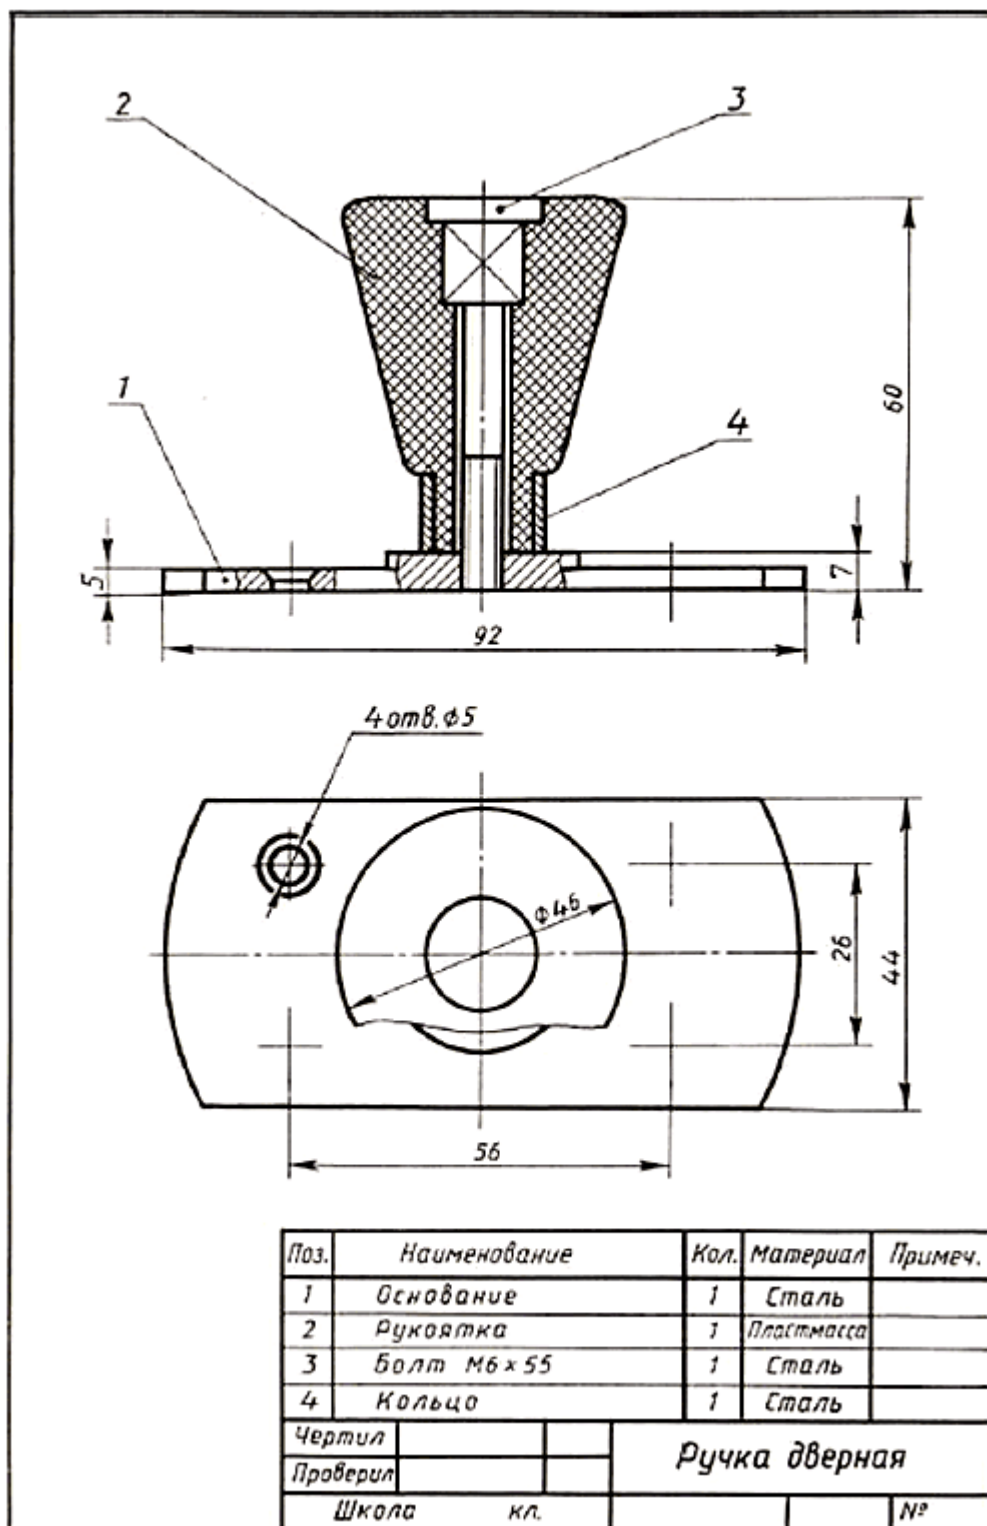

Рис. 1 Чертеж для чтения
1. К дверному полотну ручку (рис. 1) крепят с помощью шурупов, для которых на основании (дет. 1) предусмотрены отверстия. Состоит ручка из основания и рукоятки, соединенных с помощью винта (дет. 3).